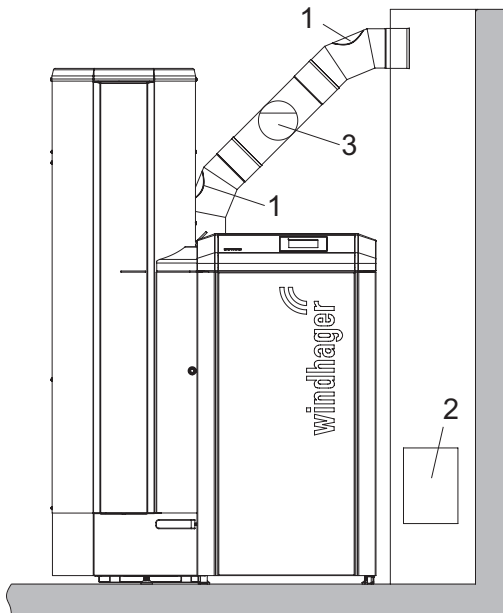

Fig. 73 Reinigungsöffnungen im Abgasrohr – Ansicht von vorne, (Skizze ohne Abgasrohr-Isolierung)
- ▶ Abgasrohr (Verbindungsrohr zwischen Pelletskessel und Kamin) bei der Reinigungsöffnung reinigen/aussaugen – Fig. 73.